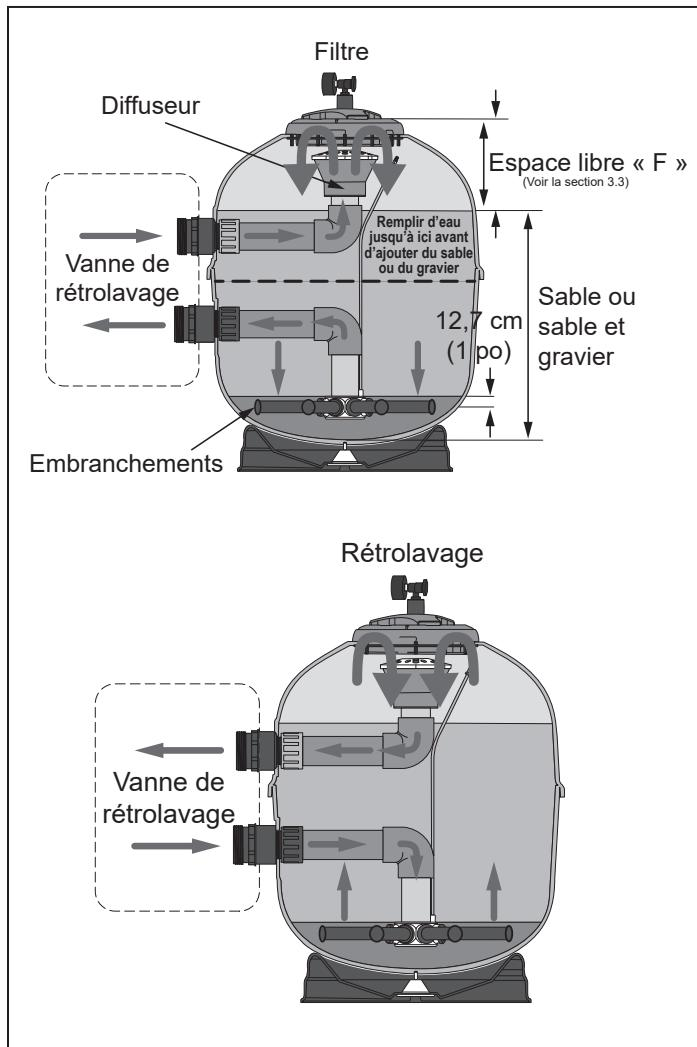

Figure 2. Filtre et fonction de lavage à contre-courant
Les filtres à sable haut débit de Jandy utilisent communément du sable ou du sable sur une fine couche de gravier fin comme matériau de filtration. Voir la figure 2. L'utilisation d'un matériau de filtration autre que le sable est également décrite à la Section Configuration, Matériau de filtration autre.
- Si du gravier est utilisé, il couvrira les embranchements à environ 25 mm (1 po) au-dessus des embranchements. Voir la figure 2.
- Remplir le filtre jusqu'à moitié avec de l'eau avant de charger le matériau de filtration. Voir la figure 2.